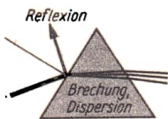

Bild 139
11.6 Reflexion, Brechung, Totalreflexion, Dispersion; Bild 139